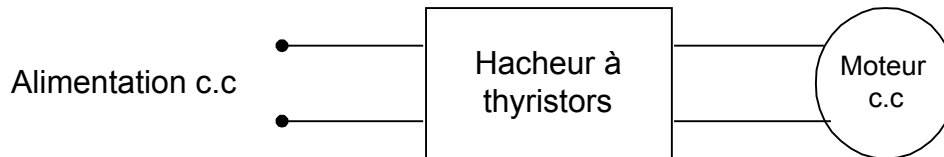

FIGURE 1-3 HACHEUR DE COURANT
- d'une **batterie d'accumulateurs** par l'intermédiaire d'**hacheurs** à thyristors (Figure 1-3).